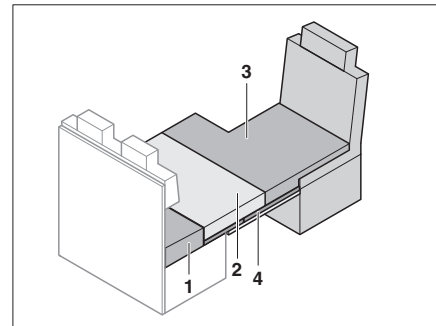

Bild 162 Nach dem Umbau
- Zusatzpolster (Bild 162,3) auf den Fahrersitz legen.
- Sitzpolster (Bild 162,2) auf die Notbettunterlage legen.